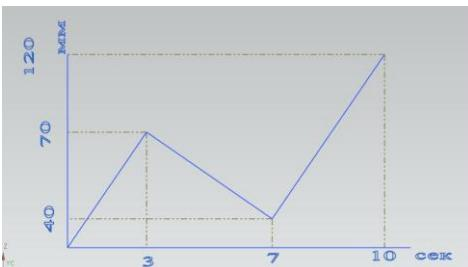
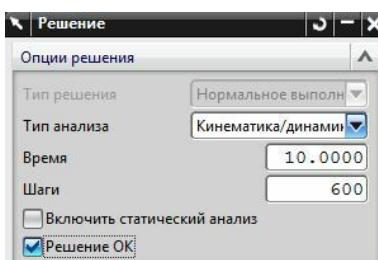

Рис.111
рис.112
- Такое же итоговое выражение вы увидите и в диалоговом окне рис.113. А итоговый график нашей функции для движителя связи типа *Ползун* представлен на рис.111. Как видите из графика, время работы нашего движителя составляет 10 сек. Естественно, в параметрах *Решения* время анализа также должно составлять 10 сек. (рис.112).